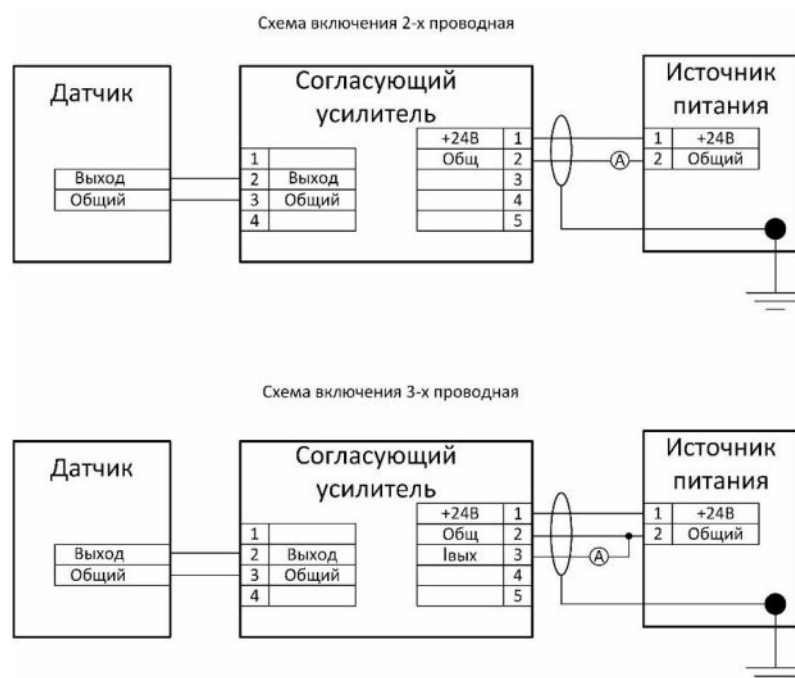

Рис.8. Схема подключения преобразователя ВК-316ОС.01 и ВК-316ОС.04
2. Подключить кабель датчика к согласующему усилителю. Для подключения используется разъем РС4ТВ. Подключить преобразователь к источнику питания и к контрольным приборам в соответствии со схемой приведенной на рис. 8.